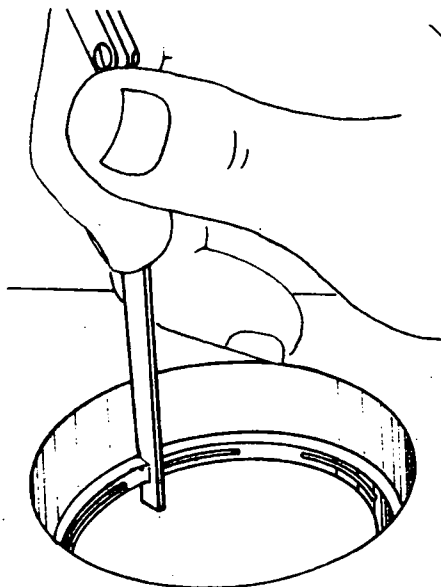

Fig. 7
- b Verifique a folga dos anéis no cilindro (fig. 7).